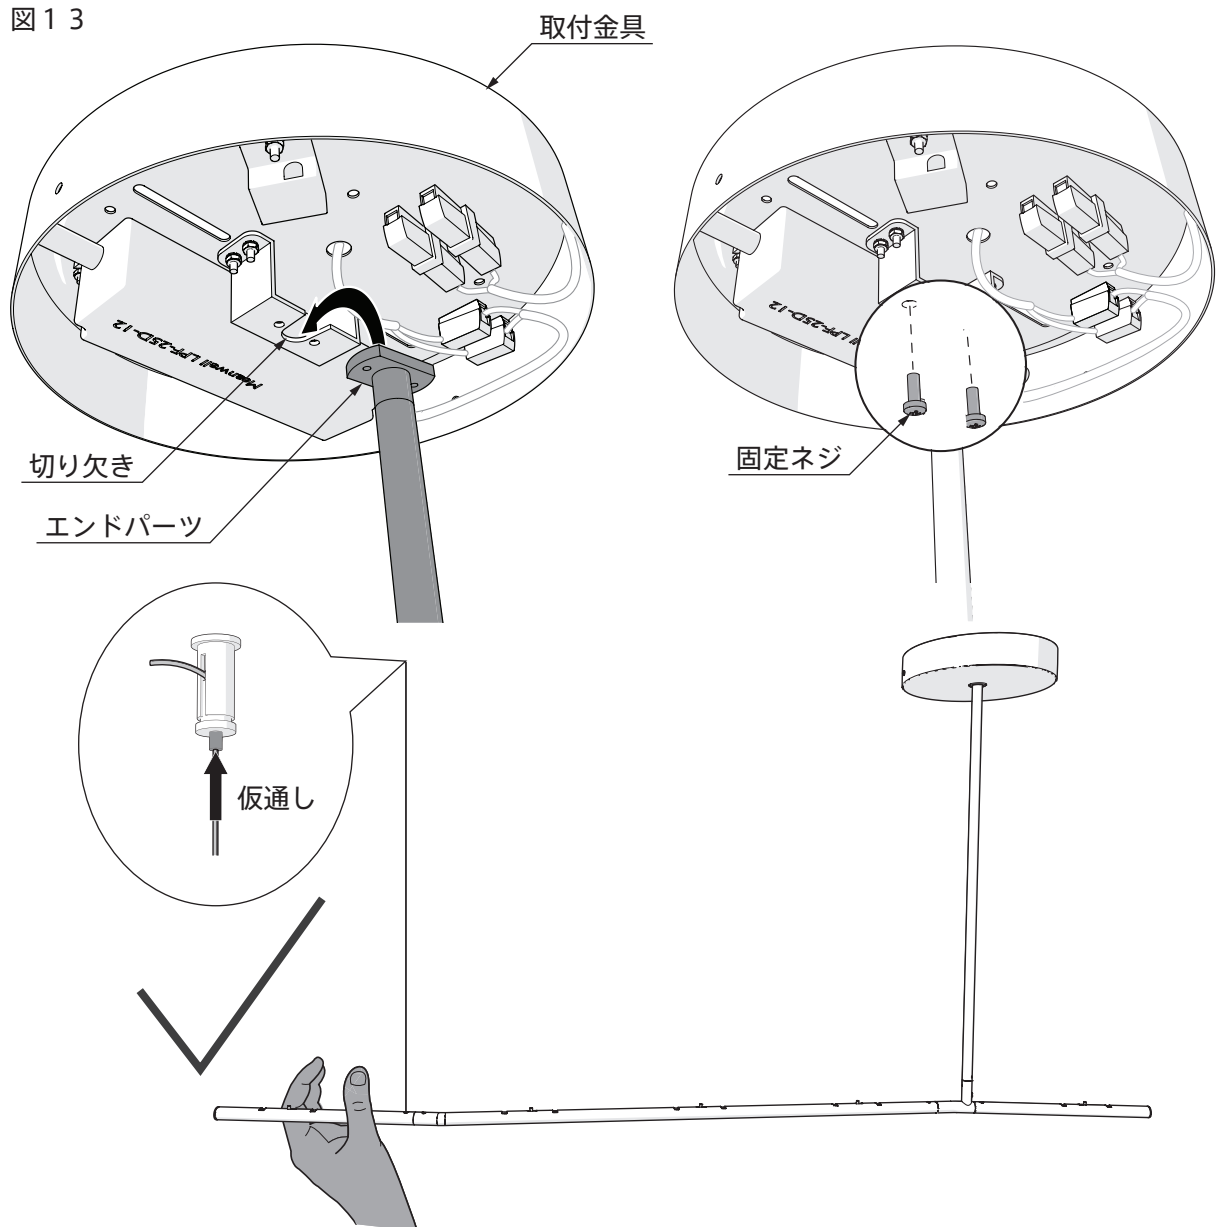

図 14
- ※ この時、ワイヤーを仮通ししておきます。(図13、図14)